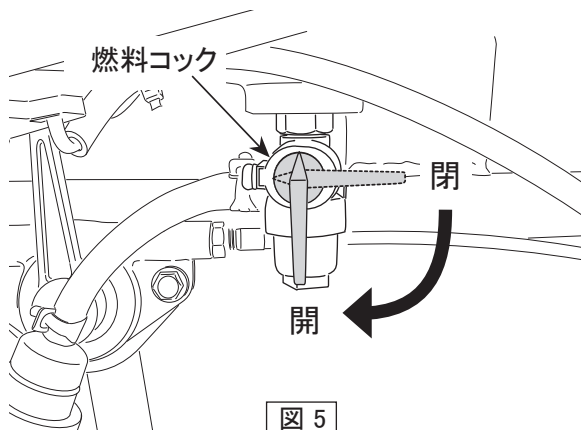

図 5
1. 燃料コックのレバーを下(開)にして燃料を通します。(図5)